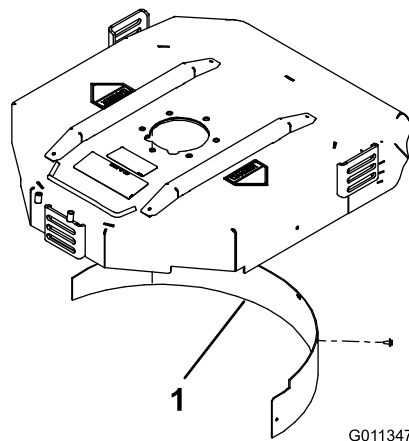

Figura 4
2. Instale o abafador de mulch na abertura traseira e fixe-o com 5 parafusos com cabeça flangeada (Figura 4).